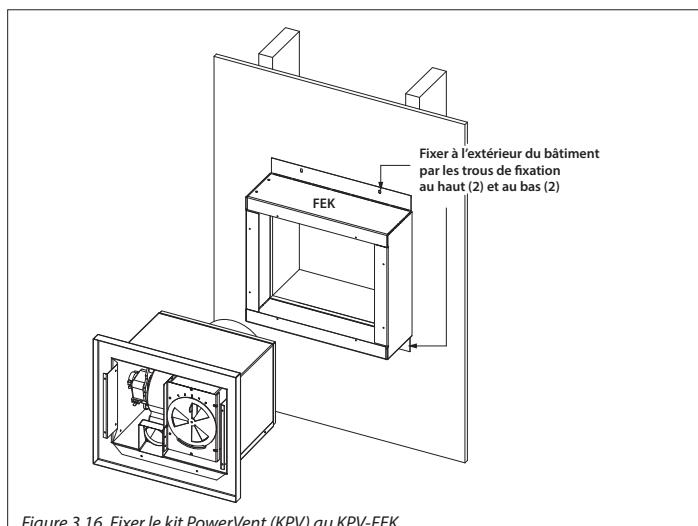

Figure 3.16, Fixer le kit PowerVent (KPV) au KPV-FEK
6. Réinstallez l'assemblage arrière du chapeau du KPV, que vous aviez retiré à l'étape 1 de la Section 3.5. Voir Figure 3.16.